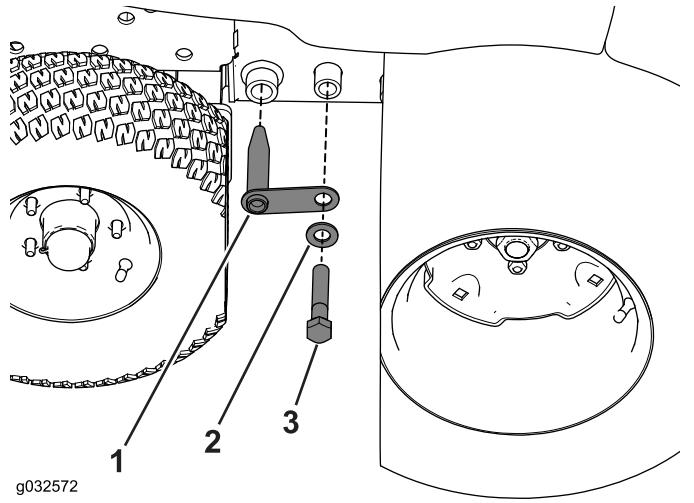

Bild 69
4. Befestigen Sie den Winterrahmen mit dem Kupplungsslenker, der Schraube ($\frac{3}{4}'' \times 4''$) und der Scheibe am Rahmen der Maschine (Bild 69).